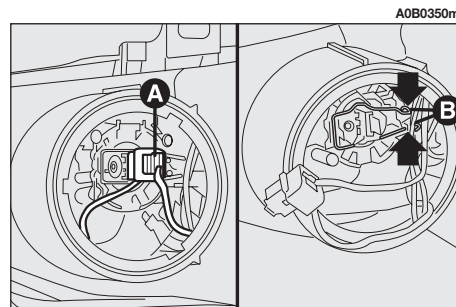

fig. 27
– Enlever le connecteur (**A-fig. 27**) et enlever la lampe en agissant sur les agrafes (**B**) comme indiqué dans la figure.